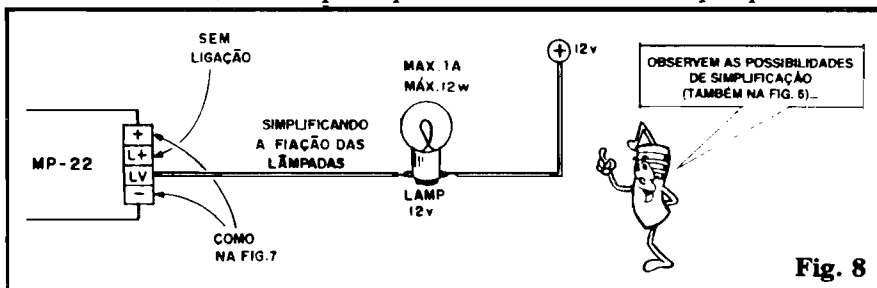

Fig. 8
- FIG. 8 - Em alguns casos, se a localização das lâmpadas for relativamente distante da posição onde está instalada a MP-22, pode-se simplificar as conexões, ligando apenas **uma** das linhas da cabagem paralela à Saída "LV" da MP-22, com a "outra" linha acoplada diretamente a qualquer ponto do sistema elétrico do carro reconhecidamente sob os 12V positivos da bateria... Quem preferir comandar **apenas uma** lâmpada de boa potência (até 12W, lembrem-se...?), poderá adotar esse tipo de conexão, que simplifica as coisas... Entretanto, nada impede que